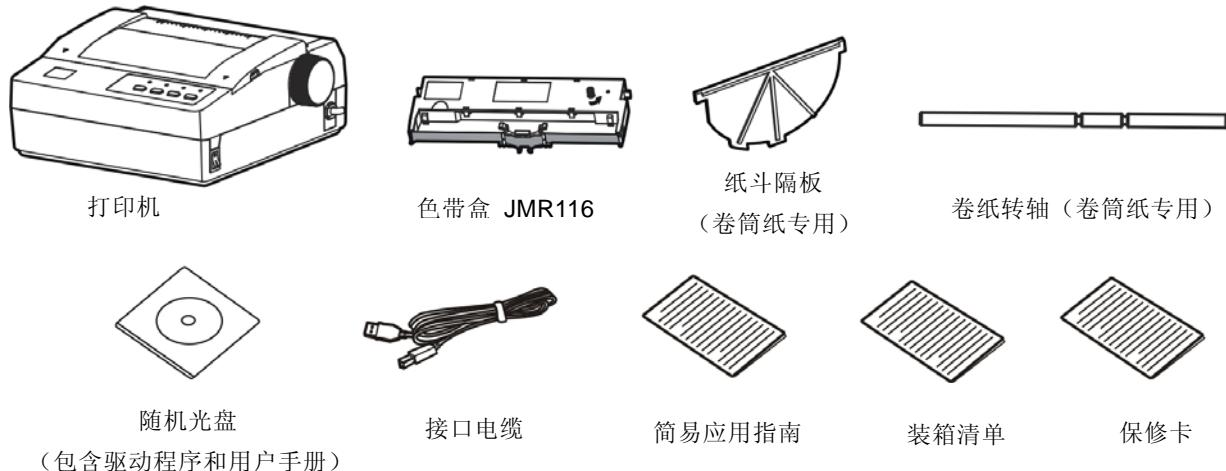

图 1-1 打印机包装箱内组件
在打印机包装箱内，具有以下组件：(1) 打印机；(2) 色带盒 JMR116；(3) 纸斗隔板；(4) 卷纸转轴；(5) 随机光盘；(6) 接口电缆；(7) 简易应用指南；(8) 装箱清单；(9) 保修卡（如图 1-1 所示）。开箱时若发现有遗漏或损坏，请及时与经销商联系。